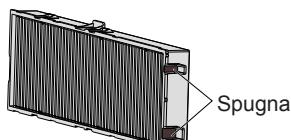

Fig. 1
- Quando si inserisce o rimuove l'unità del filtro dell'aria, fare attenzione a non rimuovere la spugna (Fig. 1) sul lato della stessa.